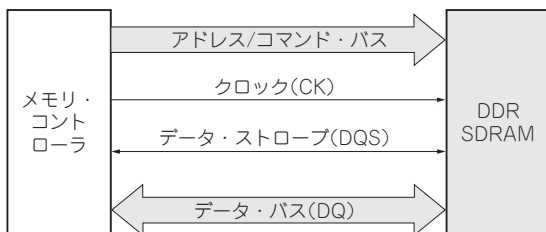

図1 DDR3 のアーキテクチャ
DDR3 のアーキテクチャを単純化すると図1のようになります。DRAM は、メモリ・コントローラから供給されるクロック (CK) をタイミング基準として動作します。コマンド/アドレス/制御信号は図2(a)のように CK の立ち上がりエッジに同期してメモリ・コントローラから出力されます。これをシングル・データ・レート (SDR) といいます。データ信号 (DQ) は、図2(b)のようにストロブ信号 (DQS) の立ち上がりと立ち下りの両エッジに同期します。